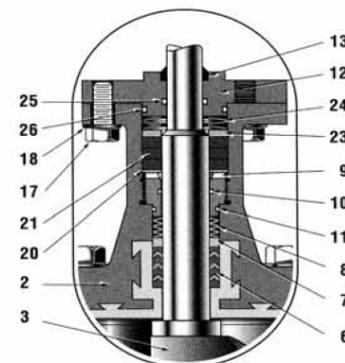

Abbildung 4
- Entfernen Sie die Schrauben (17) und Unterlegscheiben (18) sowie den Anschlussflansch des Stellantriebs (12). Bei Ausführungen mit Sicherheitspackung (Abbildung 4) sind die Tellerfedern (24), der obere Stopfbuchsenring (23), die Packungsringe (21) und der Basisring (20) zu entfernen.
Wenn das Regelventil mit einer Sicherheitspackung ausgestattet ist, setzen Sie den Basisring (20), drei Packungsringe (21), den oberen Stopfbuchsenring (23) und drei Tellerfedern (24) gemäß Abbildung 4 ein.
- Setzen Sie den Lippendichtring (13) in den Anschlussflansch (12) des Stellantriebs ein. Wenn der Stellantriebsflansch Ringnuten hat, sind die passenden O-Ringe (25 innen, 26 außen) einzusetzen.
- Der Stellantriebsflansch ist über die Kegelwelle zu schieben und mit Schrauben (17) und Unterlegscheiben (18) am Zwischenflansch zu befestigen.
⁽¹⁾ Siehe Abbildung 4